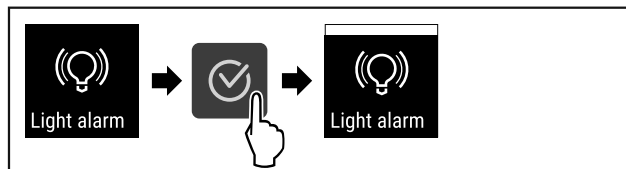

Fig. 119
- ▶ Proved'te akční kroky (viz Fig. 119) .